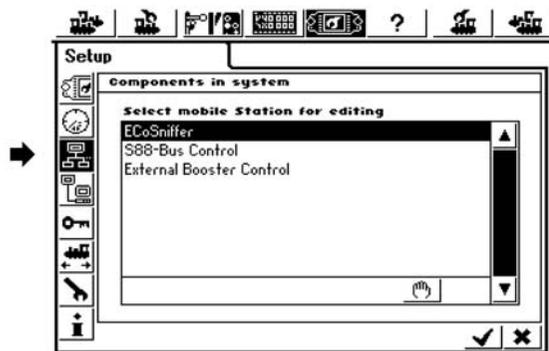

Рисунок 68
Это делается в подменю «Настройки бустера» (“Booster Configuration”), которое открывается, если выбрать в списке внешних устройств меню «Компоненты системы» (см. рисунок 68) пункт «Средство управления внешним бустером» (“External Booster Control”) и нажать кнопку «Редактировать» с изображением ладони.
- Выберите из этого списка пункт «Средство управления шиной s88» (См. также рисунок 68).